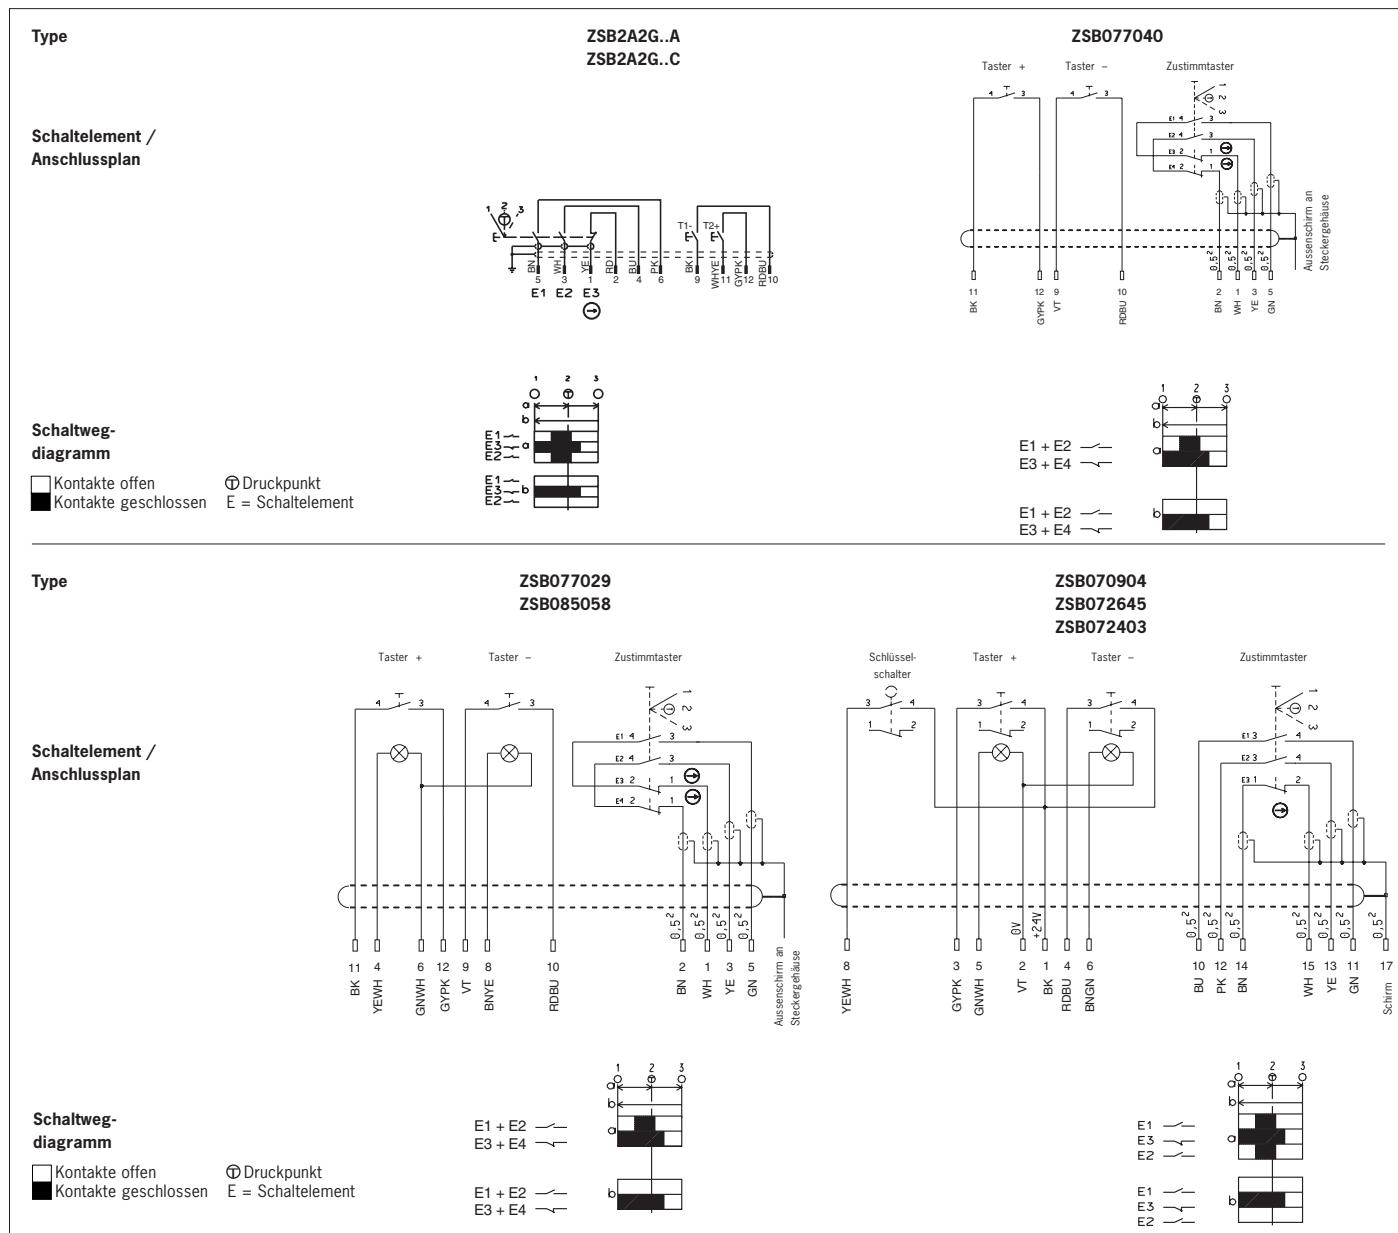

Bild 1: Funktion der Schaltelemente und Anschlusspläne
- Durch Loslassen des Stellteils oder Durchdrücken über den Druckpunkt hinaus, wird die Zustimmfunktion aufgehoben. Bei Rückführung von Stufe 3 in Stufe 1 wird die Zustimmfunktion nicht wirksam. Funktionen der verschiedenen Ausführungen siehe Bild 1.
Schaltelemente	siehe Bild 1